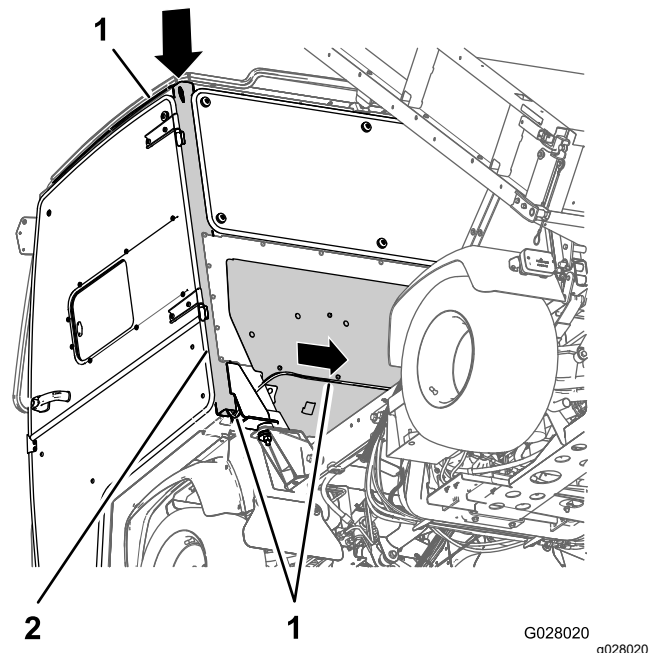

Figure 22
3. Faites passer l'extrémité libre du flexible par l'ouverture au sommet du montant B côté conducteur du cadre de la cabine, et faites-le descendre dans le cadre (Figure 22).